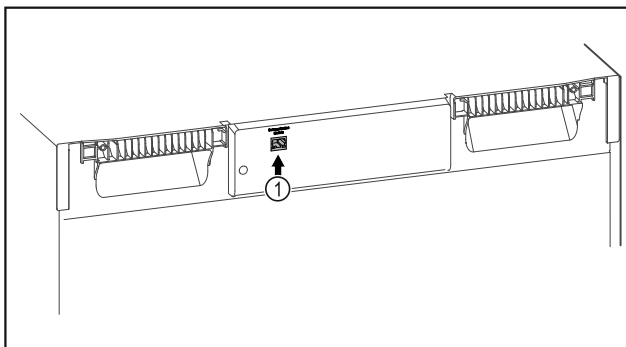

Fig. 82
- SmartModule Fig. 82 (1) är insatt.